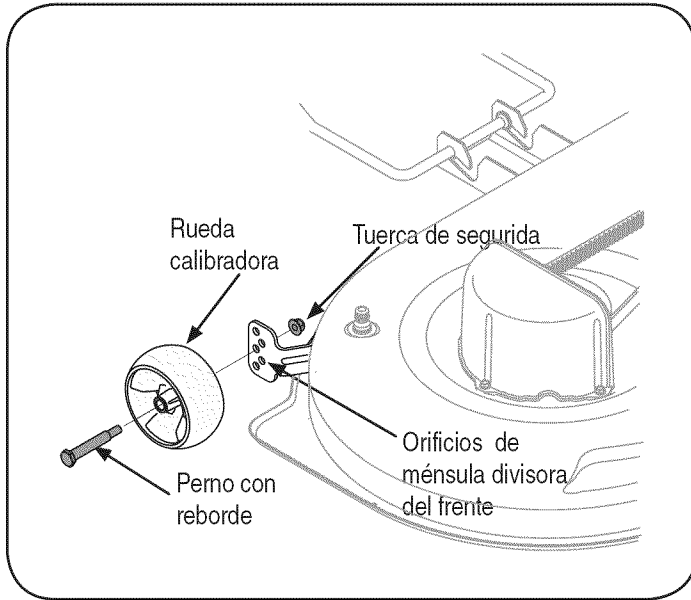

Figura 17
3. Extraiga la tuerca de seguridad bridada hexagonal y el perno con reborde que sujetan una de las ruedas calibradoras delanteras a la ménsula divisora del frente. Reposicione la rueda calibradora para alinearla con uno de los cinco orificios de posicionamiento que colocan a la rueda  $\frac{1}{4}$ " a  $\frac{1}{2}$ " por encima del suelo. Sujete la rueda calibradora a la ménsula divisora con el perno con reborde y la tuerca de seguridad bridada. Tome nota del orificio de posicionamiento utilizado y sujete la otra rueda calibradora en la misma posición. Vea la Figura 17.